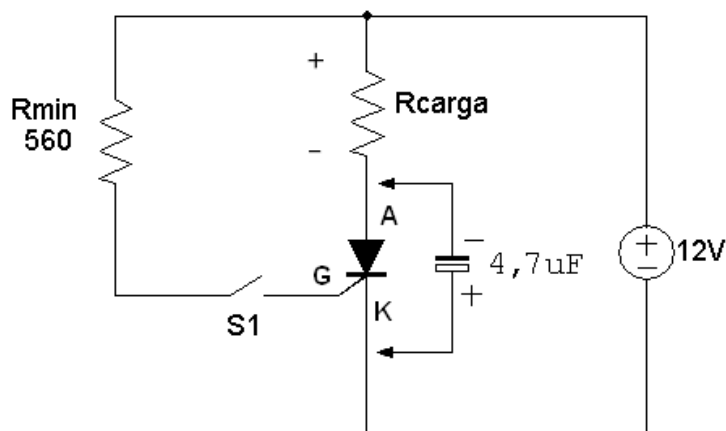

Figura 3- Circuito para efetuar manualmente a comutação forçada do SCR
9. Monte o circuito da Figura 3 utilizando a lâmpada automotiva como carga. Inicialmente fixe o capacitor no painel de bornes, e deixe preparado dois cabos banana conectados em seus terminais.
11. Carregue o capacitor na fonte de 12V e conecte-o ao SCR como na Figura 3, de modo que  $V_{AK} < 0$ .